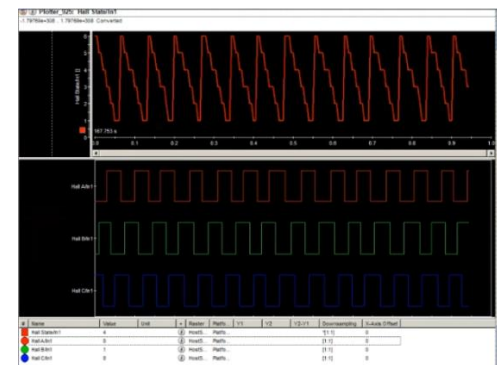

Abbildung 11: ControlDesk-Plott der Hall-Sensor-States (Rückwärts)
- In Abbildung 11 dargestellte Reihenfolge der Hall-Sensor-States wird bei Rückwärtsfahrt absteigend durchlaufen